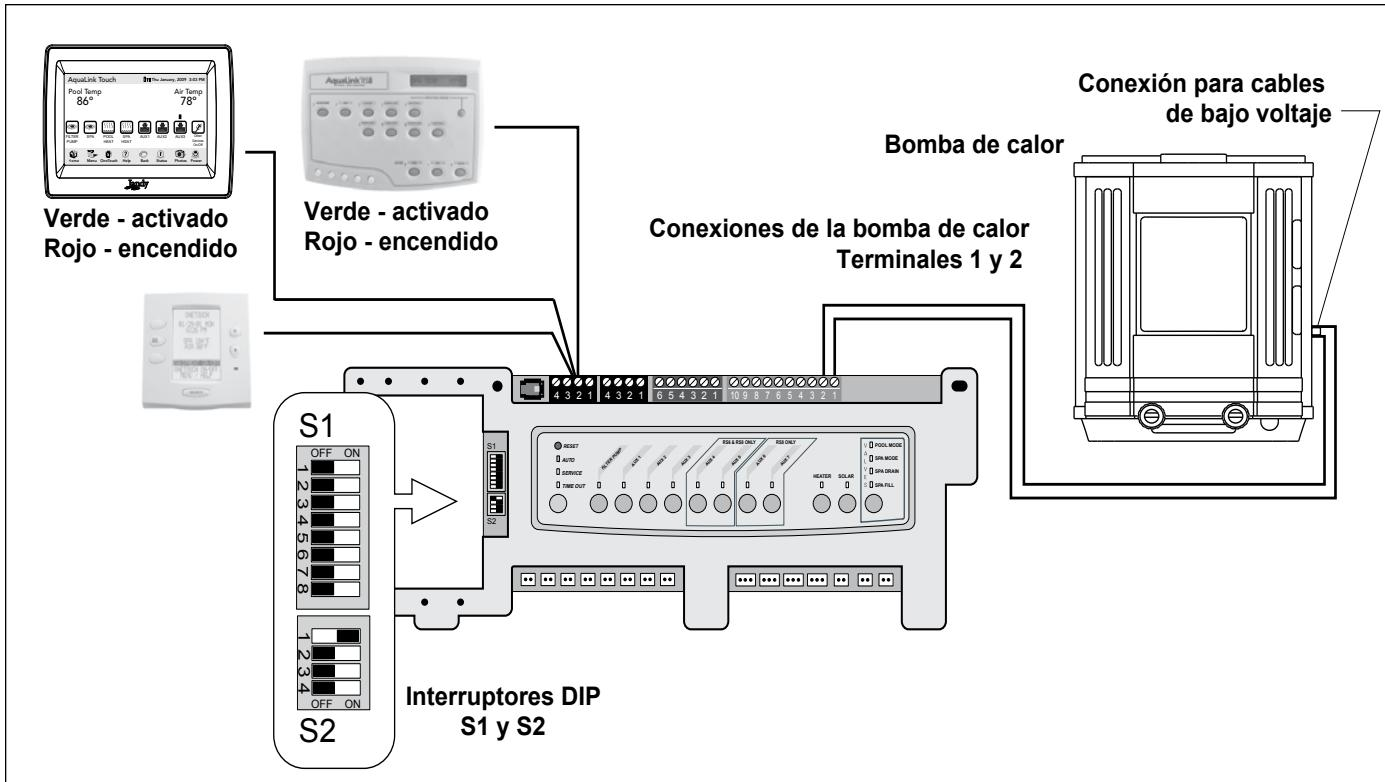

Figura 13. Cableado AquaLink RS a Bomba de Calor EE-Ti
- Ponga el DIP S2-1(el conector #1 del interruptor DIP de 4 posiciones) en la posición “ON” (Encendido) (véase la Figura 13).